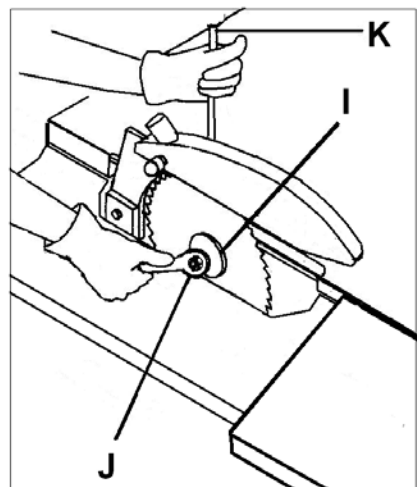

Рис. 18
Ослабьте гайку вала (J, Рис. 18), удерживая ее от проворачивания фиксирующим штифтом (K).